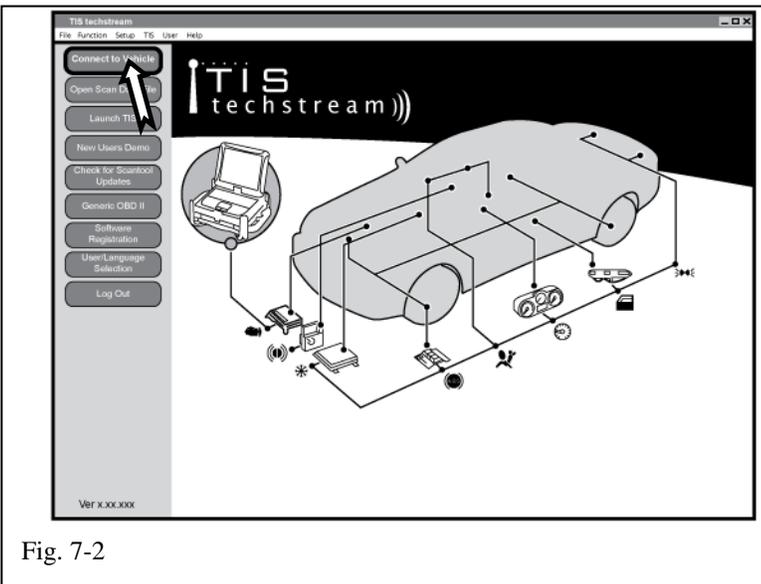

Fig. 7-2
- (d) Click "Connect to Vehicle." (Fig. 7-2)